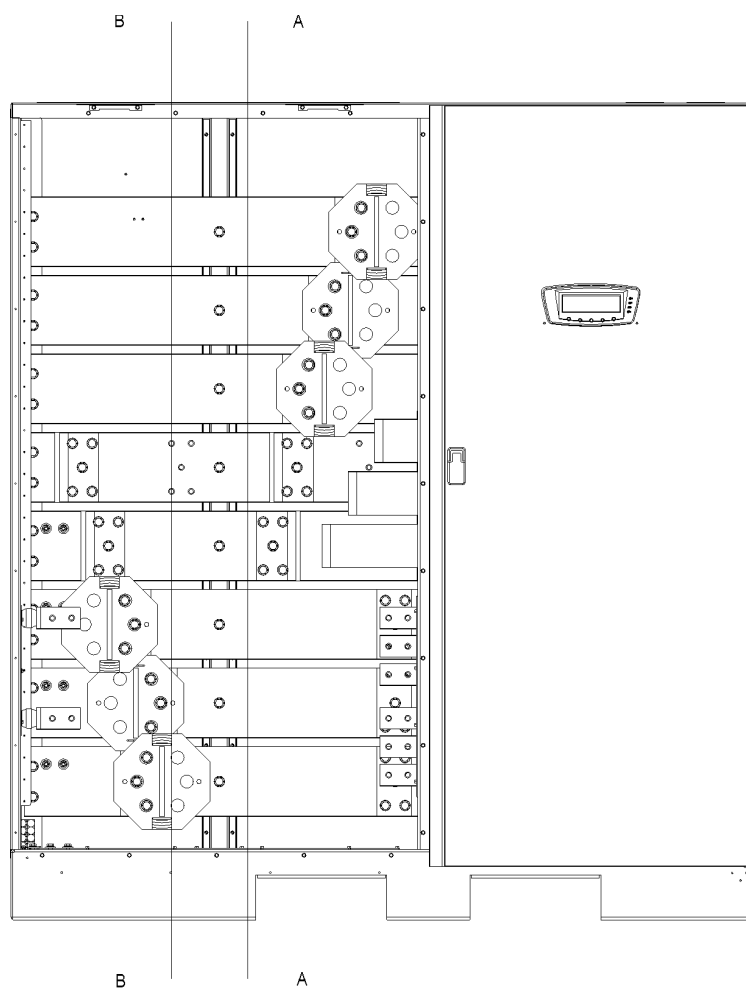

Рис. 4-18. Расположение клемм питания секции ISBM ИБП - отдельный аккумулятор
5. Используя крепежный комплект для подключения внешней проводки, подключите положительные, отрицательные и заземляющие соединения силовой проводки постоянного тока из аккумуляторной системы или разъединителя к клеммам аккумулятора и заземления секции ISBM ИБП. Используйте один набор клемм для каждого UPM, как показано на Рис. 4-18. См. Разд. 3.2.2 на стр. 24 для получения информации о требованиях к проводке и подключению.